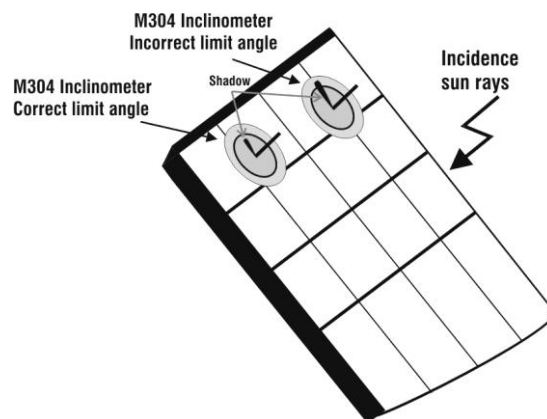

Fig. 8: Colocação do inclinômetro M304
17. Montar a haste no disco do acessório M304 (inclinômetro) fornecido e mantê-la apoiado na superfície do painel. **Verificar se a sombra da haste projetada no disco cai dentro do “círculo concêntrico limite” interior ao referido disco (ver Fig. 8). Caso contrário, o ângulo entre os raios solares e a superfície do painel é muito elevado e, portanto, as medições efetuadas pelo instrumento NÃO se podem considerar fiáveis. Repetir as operações noutros momentos do dia.**